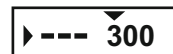

Рис.3
- Если точка попадания не совпала с точкой прицеливания, нажмите и удерживайте энкодер (9) для входа в меню.
6) Вращением энкодера выберите пункт "----" (новая дистанция) (см. рис.3).